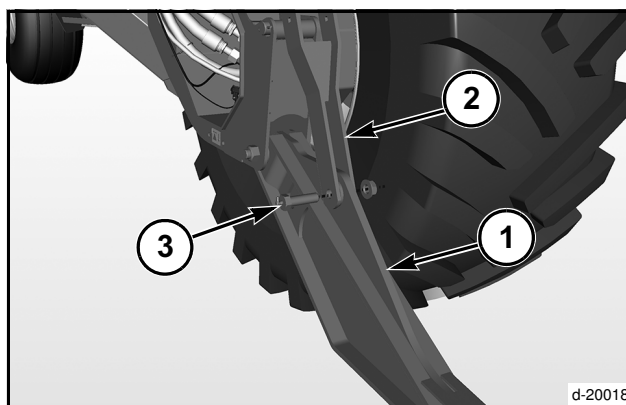

FIG. 6
FIG. 6: Alinee el brazo de elevación (1) con los orificios de la tira de elevación (2). Instale el perno original (3) y apriete la tuerca. Esta tuerca debe quedar orientada hacia la parte exterior de la máquina.